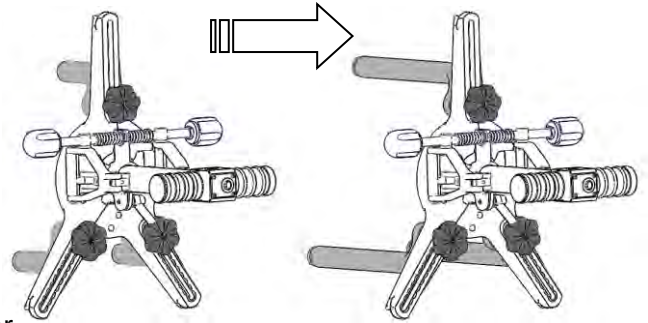

Abb. 2
- Lösen Sie hierfür die Sterngriffschrauben und tauschen die 100 mm langen Magnethalter gegen die neu mitgelieferten 265 mm oder die 315 mm langen (Standard AXIS500) Magnethalter aus. (Abb.2)